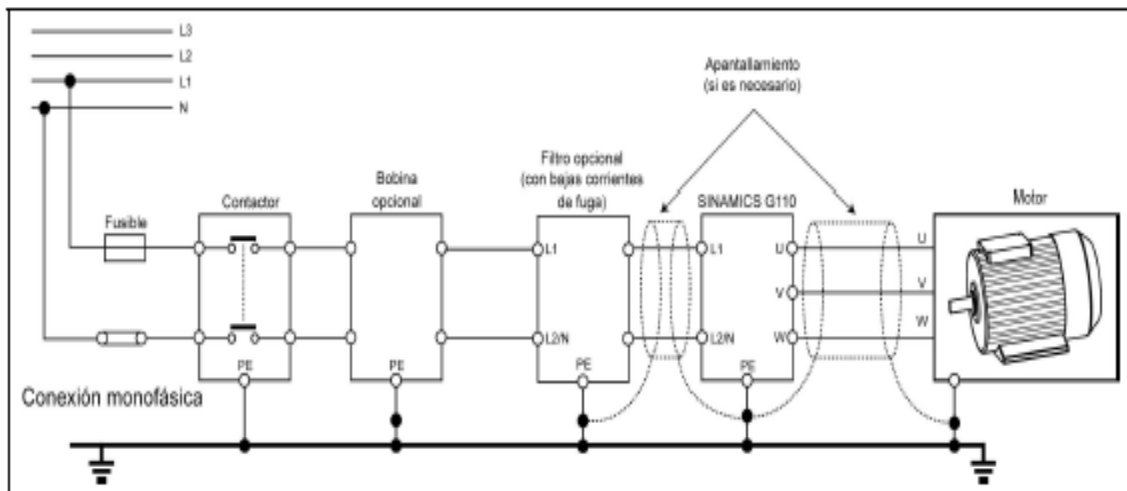

Figura 5. Conexión a la red del motor.
6. Una forma recomendada que proporciona los fabricantes de instalación es la que se muestra en la siguiente figura 5.